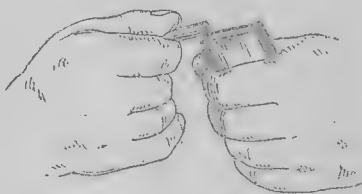

Рис. 90. Как наполнить магазин патронами
2) удерживая магазин в левой руке, наполнить его восемью патронами (рис. 90), наблюдая, чтобы последний (верхний) патрон правильно расположился в магазине (конец пули должен находиться выше передней стенки магазина);